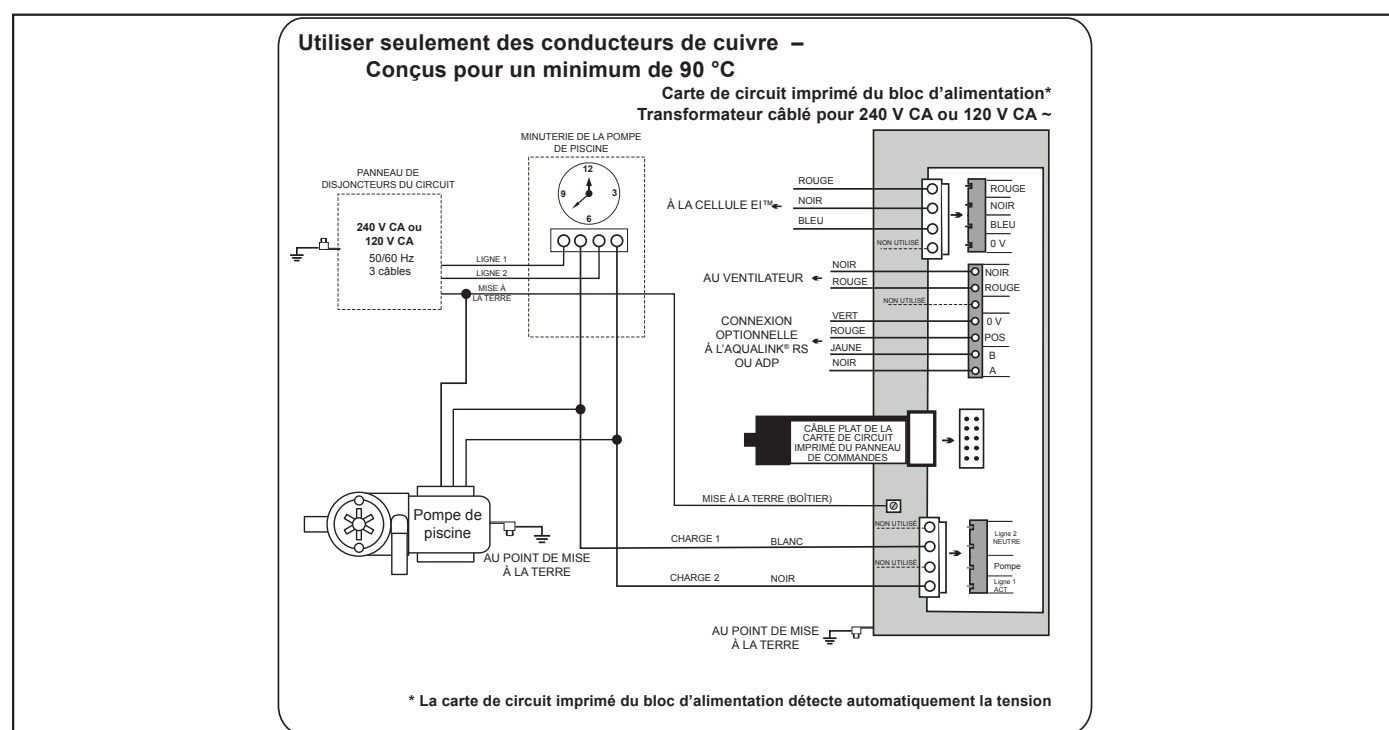

Figure 18. Schéma de câblage 240 V CA ou 120 V CA
1. Connecter le bloc d'alimentation à la source de courant de la pompe de piscine en utilisant un fil isolé de 3,3 mm² (calibre 12) et un conduit. Câbler le bloc d'alimentation au côté CHARGE d'une pompe ou au côté CHARGE du relais de la minuterie de la pompe de la piscine de manière à ce que le chlorateur ne puisse démarrer que lorsque la pompe de la piscine démarre (Voir Figure 18).